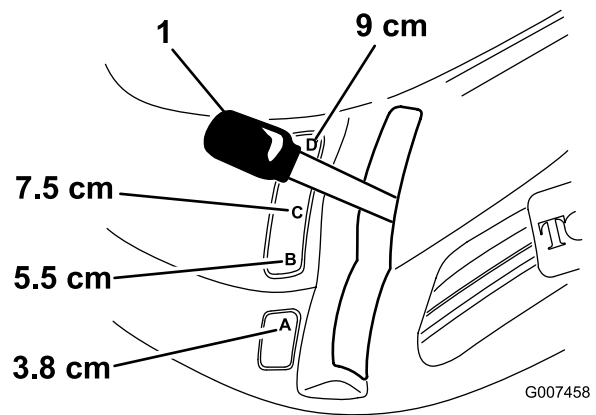

Figura 7
2. Tire de la palanca de ajuste de la altura de corte del tractor, colóquela en la posición deseada y suelte la palanca lentamente hasta que quede retenida en la muesca (Figura 7).